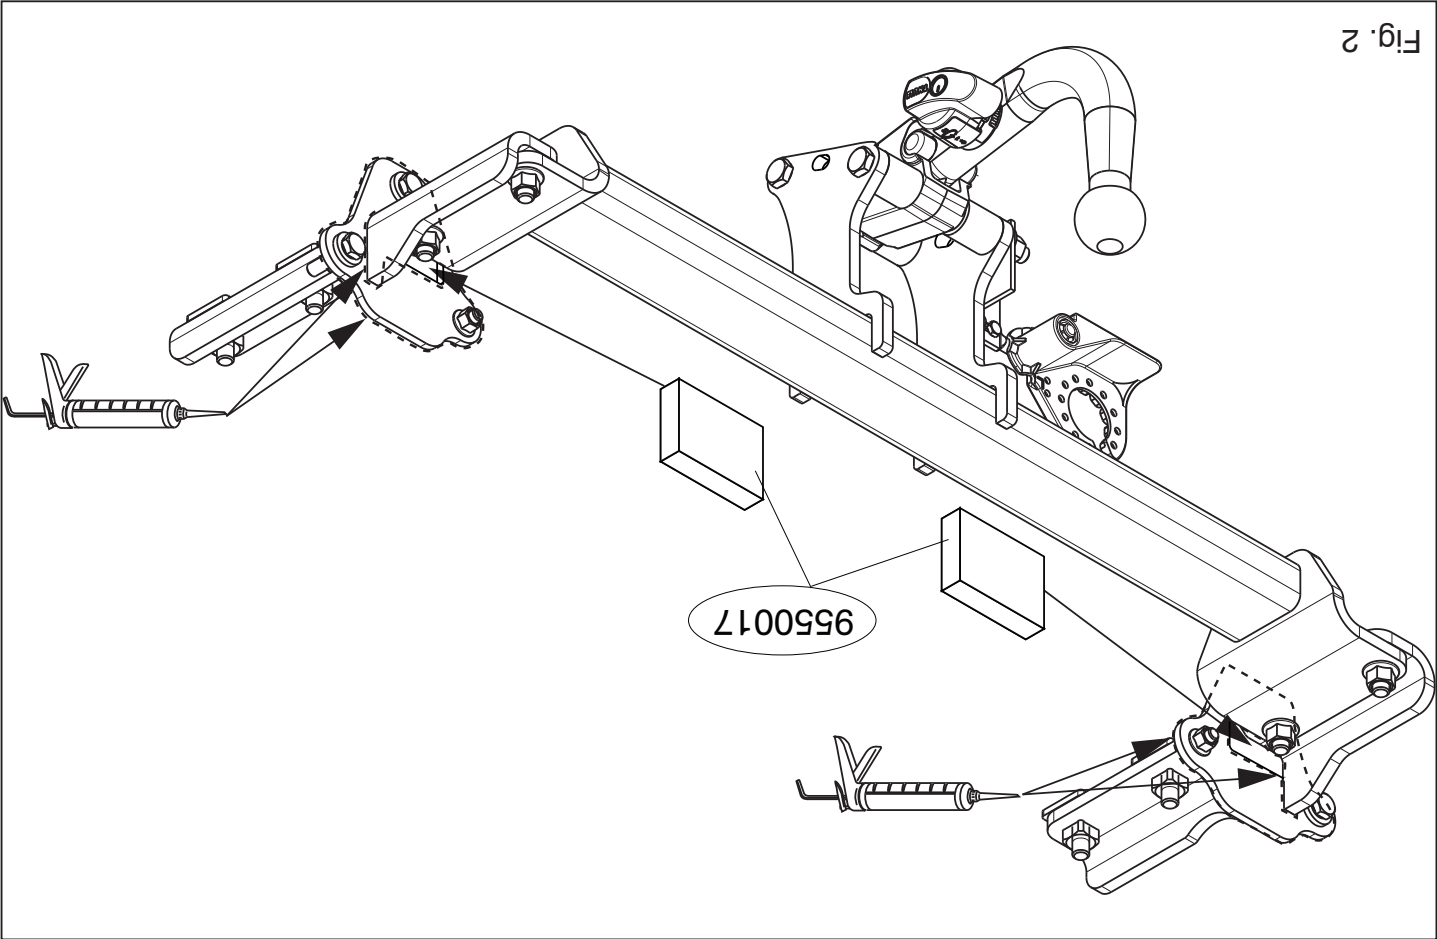

Fig. 2
10. Kit de aangegeven delen af (zie fig. 2)
10. Seal the portions indicated (see fig. 2).